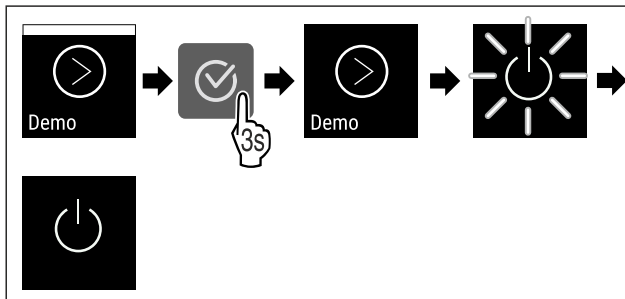

Fig. 112
- ▶ Atlikite veiksmus (žr. Fig. 112) .